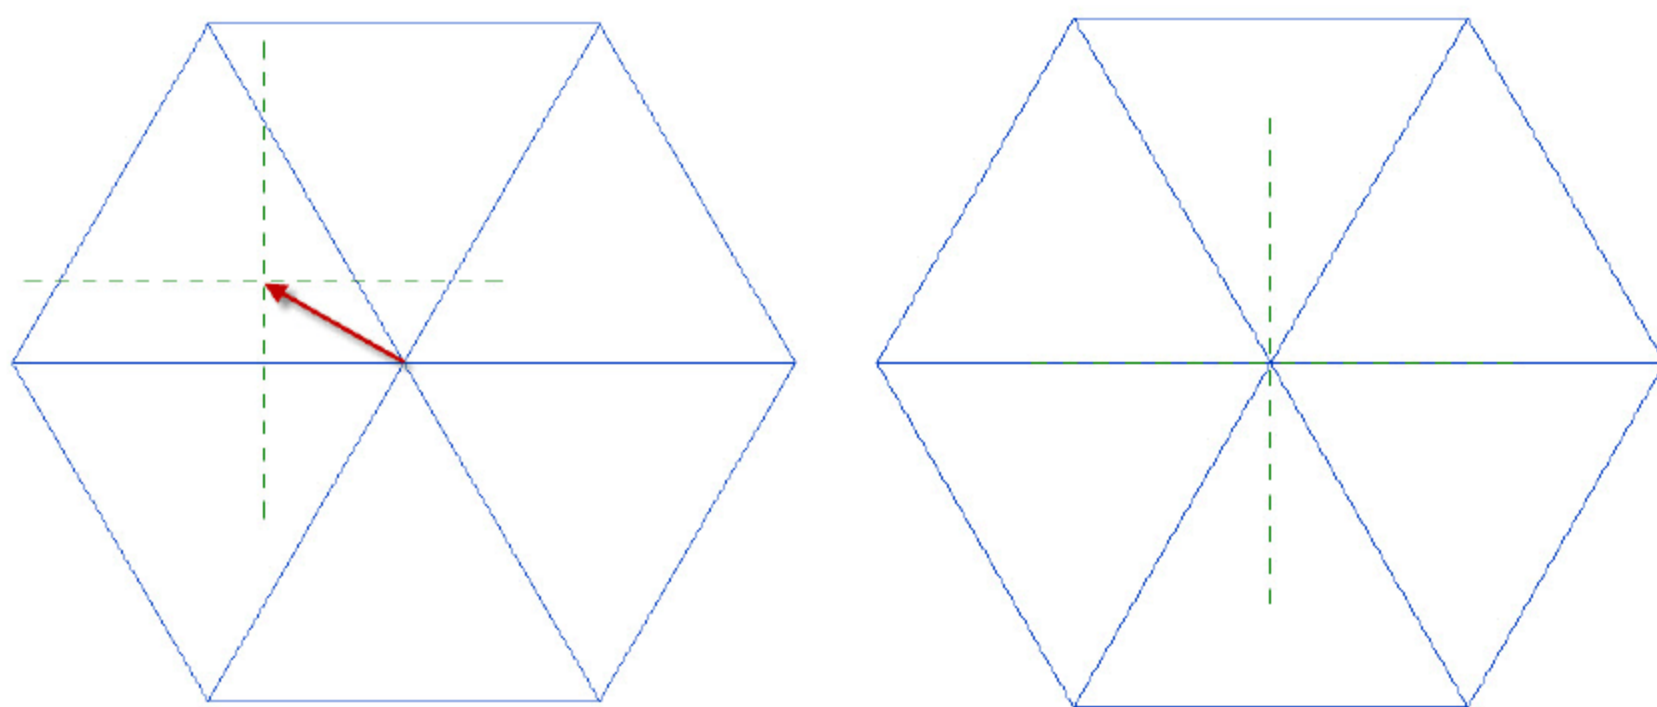

图 2.1.80 调整导入图形
(3) 调整导入 CAD 图形的中心位置。在“楼层平面”视图中，选择导入的图形，按快捷键 M+V，将图形的几何中心移到“参照标高”的交点（即十字虚线的交点），如图 2.1.80 所示。导入的图形将作为绘制多边承台的辅助线。